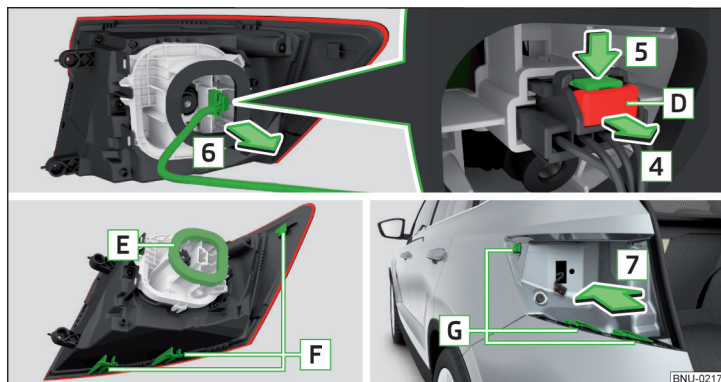

Fig. 349 Retirar el enchufe / Instalar la lámpara
- › Tirar el enclavamiento **D** en el conector en el sentido de la flecha **4** » fig. 349.
- › Introducir el conector contra el sentido de la flecha **6** » fig. 349 en la luz.
- Considerar que en la reinstalación de las luces del grupo de conductos entre la carrocería y las luces no se aprisionen, y que la junta **E** » fig. 349 es colocada correctamente - de lo contrario existe el peligro de la entrada de agua y del daño de la instalación eléctrica.